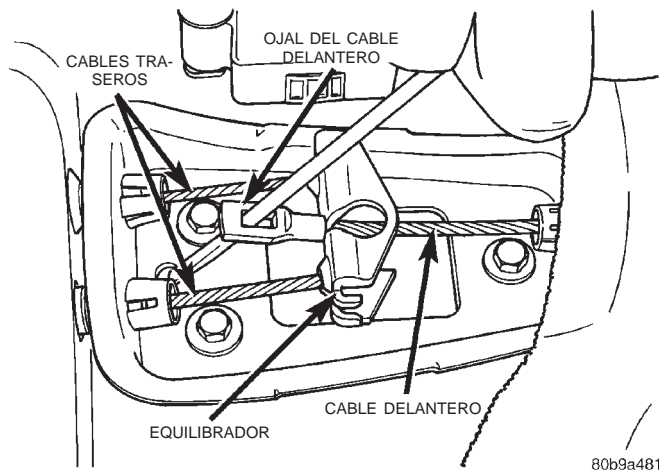

Fig. 43 Ojal del cable delantero
- (1) Retire la consola del centro, consulte el grupo 23, Carrocería.
- (2) Levante el asiento trasero y la alfombra que cubre los cables del freno de estacionamiento.
- (3) Coloque un destornillador a través del ojal del cable delantero (Fig. 43) y haga palanca hacia atrás en el cable delantero.